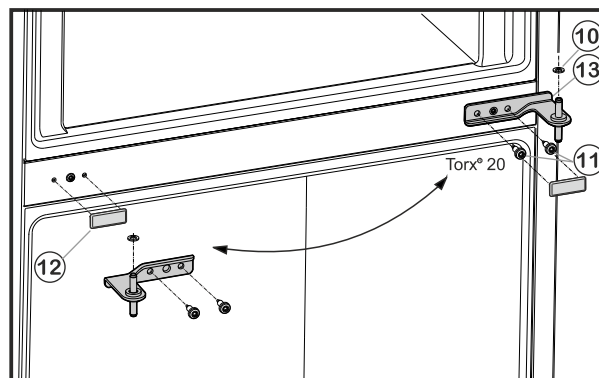

Fig. 6
- ▶ Bevestigingsbouten Fig. 6 (11) losschroeven (2 maal Torx® 20) en het middelste scharnierblok uit de onderste deur trekken.
- ▶ Kunststof ring Fig. 6 (10) verwijderen.
- ▶ Afdekking Fig. 6 (12) voorzichtig wegtrekken.
- ▶ Afdekking Fig. 6 (12) terugplaatsen op de andere zijde.
- ▶ Middelste scharnierblok Fig. 6 (13) 180° gedraaid in de onderste deur plaatsen en met bevestigingsbouten Fig. 6 (11) (2 maal Torx® 20) op de nieuwe scharnierkant **stevig (met 4 Nm)** aandraaien.
- ▶ Kunststof ring Fig. 6 (10) weer aanbrengen.
- ▶ Bovenste deur op het middelste scharnierblok Fig. 6 (13) plaatsen.